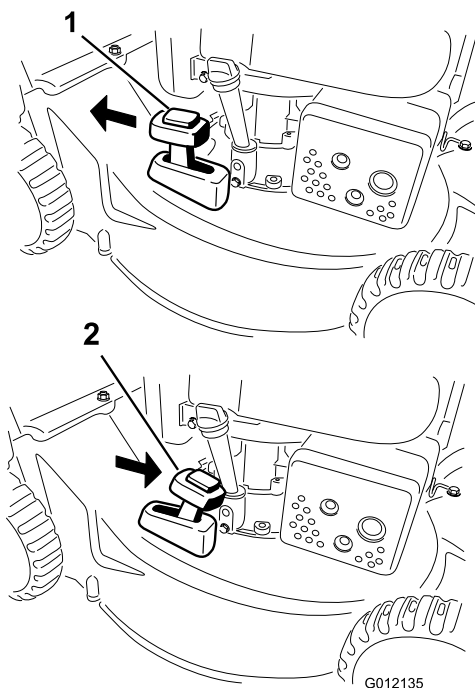

Figura 15
2. Premete il pulsante sulla parte superiore della leva di riciclaggio/raccolta e spostate la leva nella posizione di **riciclaggio** (solo per il modello 20836) (Figura 15).
2. Per raccogliere lo sfalcio, montate il cesto di raccolta (vedere Montaggio del cesto di raccolta). Premete il pulsante sulla parte superiore della leva di riciclaggio/raccolta e spostate la leva nella posizione di **raccolta** (solo per il modello 20836) (Figura 15).
Nota: La leva di riciclaggio/raccolta deve essere in posizione di **raccolta** (Figura 15).